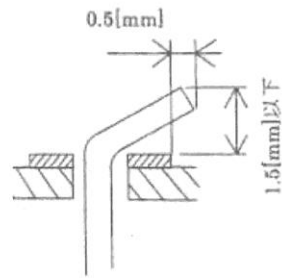

図13 リード線の折り曲げ
- ⑤ 炭素皮膜抵抗器のリード線は、ランドにほぼ密着させて折り曲げ、図13との位置関係に示すように切断すること。リード線の曲げ方向は規定しない。